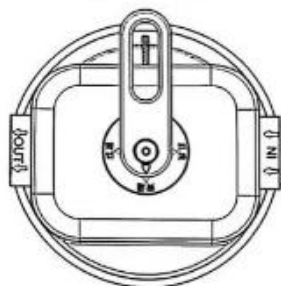

图1
- (1) 先用控制阀芯手柄将工位转至旁通工位的位置，如图 1；